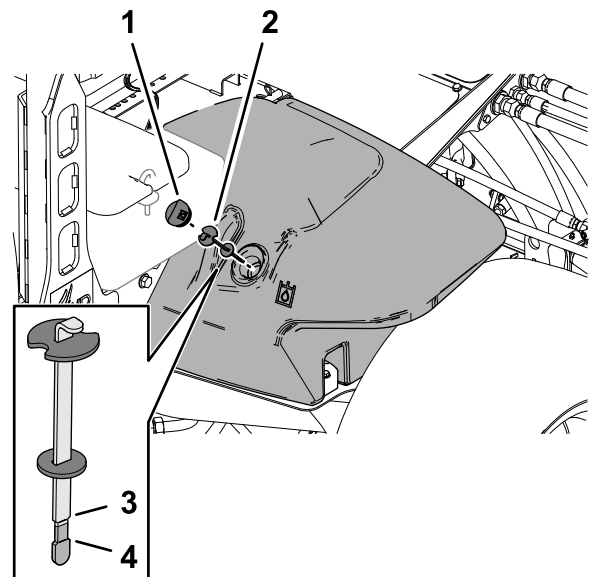

Figure 115
2. Nettoyez la surface autour du goulot et du bouchon de remplissage du réservoir hydraulique (Figure 115).